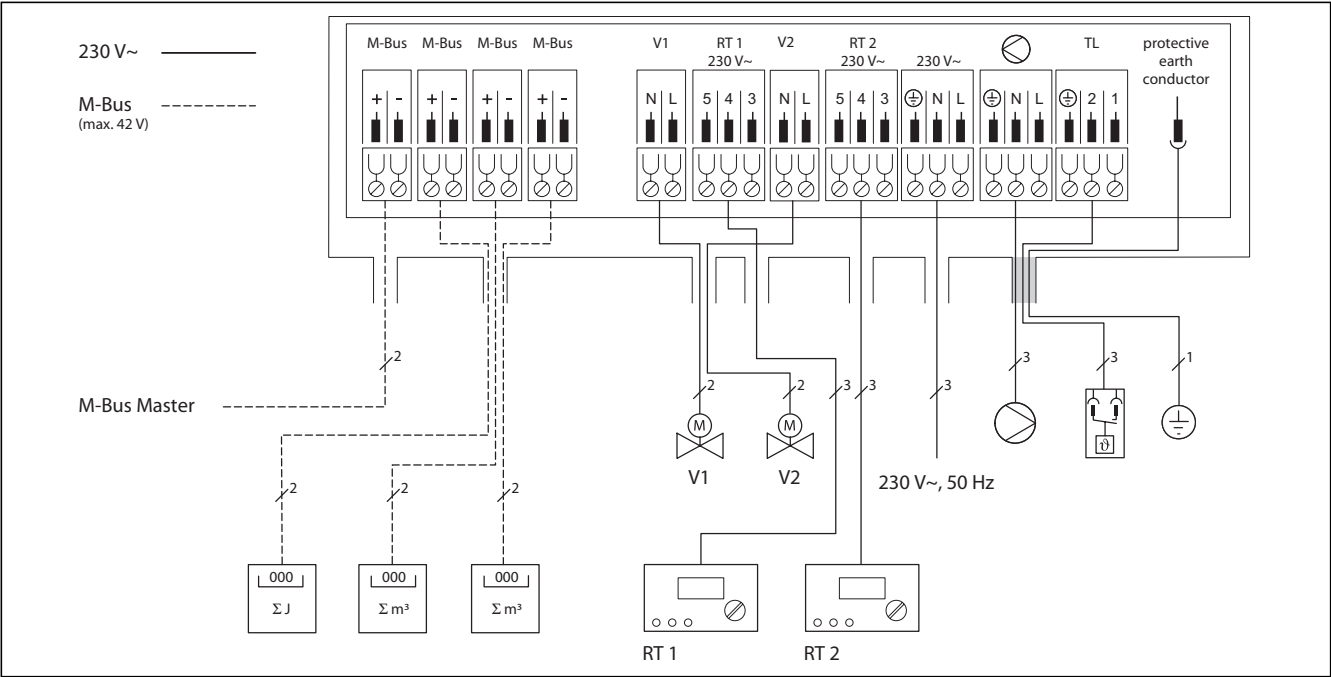
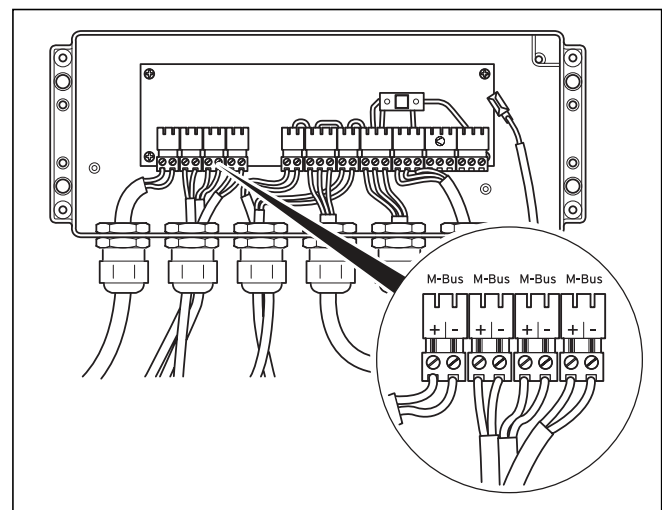
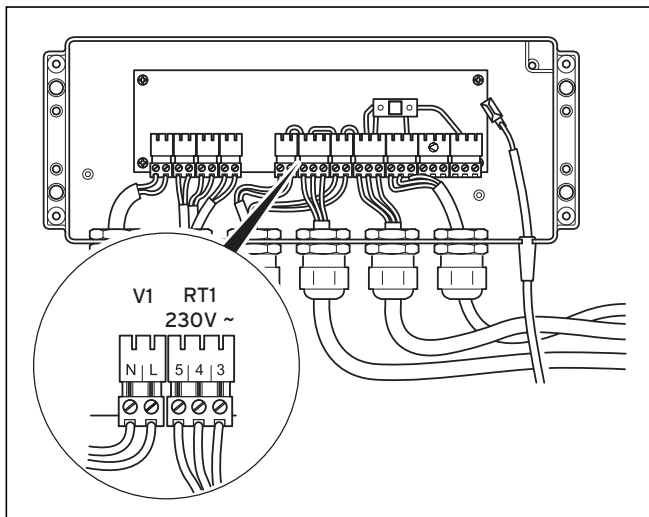

Abb. 5.7 Anschlussplan
Abb. 5.10 Anschluss der m-BUS-Komponenten
Abb. 5.12 Kabelführung der Netzzuleitung
- Verlegen Sie die Zuleitungen der M-Bus-Komponenten zur Anschlussebene in der Verdrahtungsbox wie in Abb. 5.7 und Abb. 5.10 gezeigt.
- Führen Sie anschließend die Anschlussleitungen durch die Kabelverschraubungen (2) in die Verdrahtungsbox ein und kürzen Sie die Leitungen auf die erforderliche Länge.
- Schließen Sie die Anschlusskabel entsprechend Abb. 5.7 und Abb. 5.12 an die entsprechenden Schraubklemmen des System ProE an.